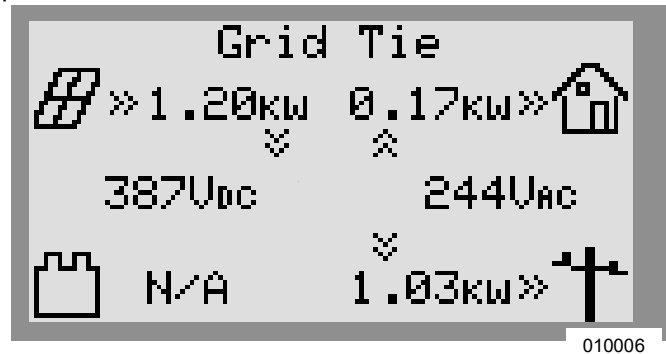

Figura 6-2. Encendido del inversor
Consulte la **Figura 6-2**. En el encendido, aparecerá la pantalla de inicio en el LCD del panel de control con el modo de sistema indicado en la parte superior de la pantalla de inicio.
1. Consulte la **Figura 6-2**. Mientras ve la pantalla de inicio, presione el botón central.